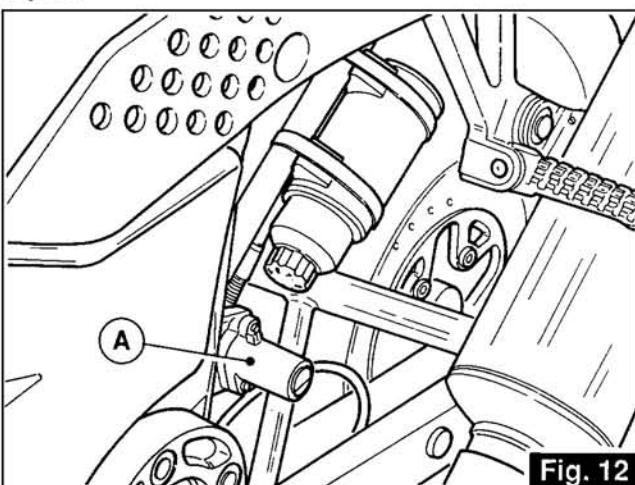

Fig. 12
3.16 DISPOSITIF PORTE-CASQUE (fig. 12)
3.16 HELMHALTER (Abb. 12)